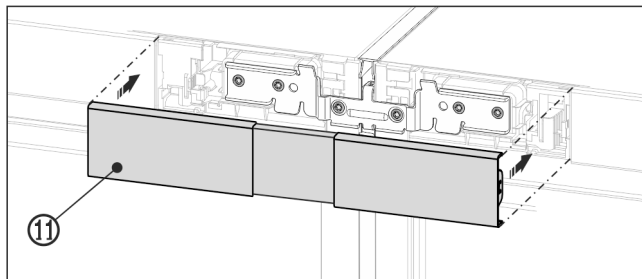

Fig. 23 Représentation à titre d'exemple
- ▶ Clipser le cache Fig. 23 (11) supérieur sur l'interstice encore ouvert des deux panneaux du bandeau de commande. Veiller à ce que les parties externes du cache se ferment en affleurant les panneaux du bandeau de commande.